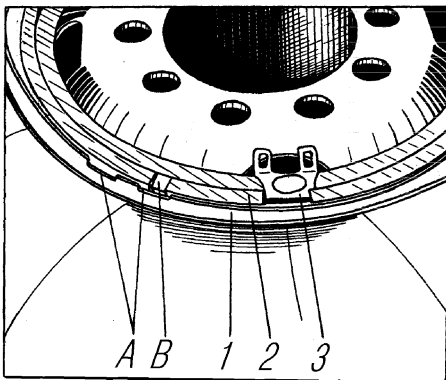

Рис. 47. Положение замочного и наружного бортового колец:
Бортовые и замочные кольца колес устанавливаются в строго определенном положении с помощью ограничителя замочного кольца, приваренного к ободу, и выдавки В (см.рис. 47) на замочном кольце, входящей в соответствующее углубление (паз) А на бортовом кольце. Второй паз на бортовом кольце используется при демонтаже колес. На одном из концов замочного кольца сделан паз для захвата кольца при извлечении его из замочной канавки обода.
5. Установить бортовое и замочное кольца, совместив при этом выштамповку В (рис. 47) на замочном кольце с одним из пазов А на бортовом кольце и обеспечив совпадение разреза замочного кольца с ограничителем на ободу.